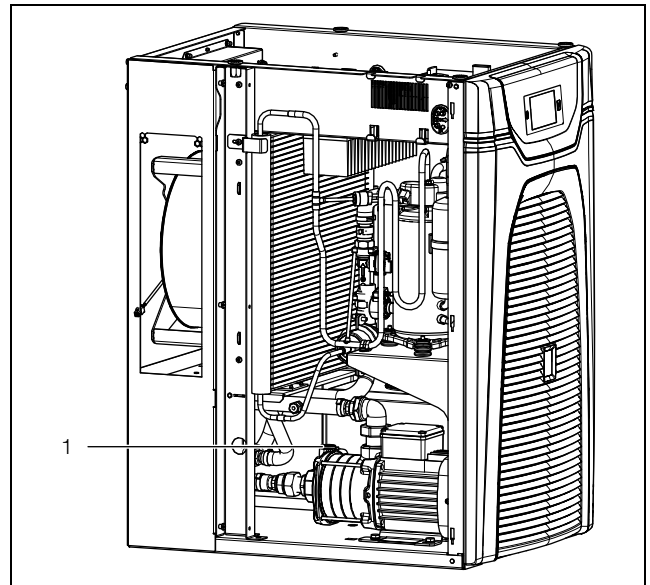

Abb. 39: Kühlmediumpumpe entlüften
■ Entlüften Sie die Kühlmediumpumpe (im Stillstand), indem Sie die Entlüftungsschraube (Abb. 39, Pos. 1) lösen.